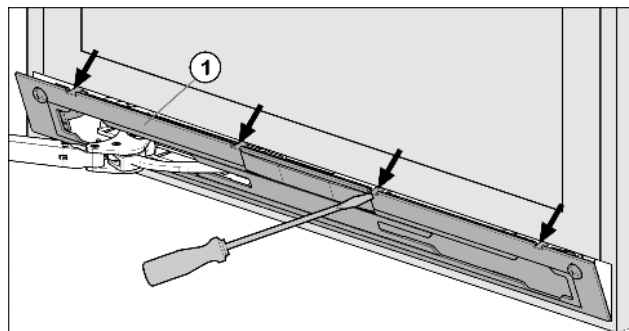

Fig. 4
- Выведите накладку Fig. 4 (1) из зацепления и снимите ее с помощью шлицевой отвертки.